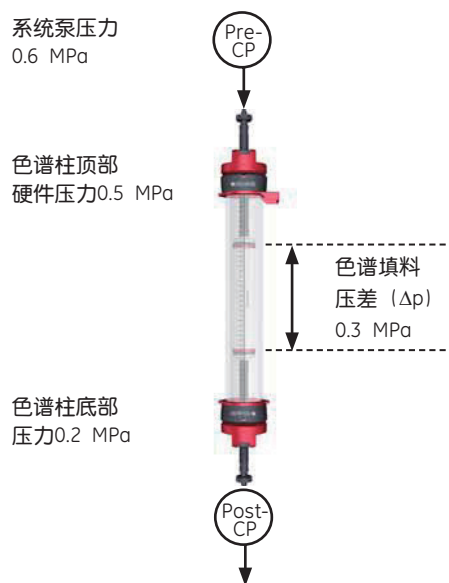

图 3. 为了提高操作的可靠性，在运行期间色谱柱前压力（Pre-Cp）和色谱柱后压力（Post-Cp）被连续测定。通过测定色谱柱前和色谱柱后压力并计算差异来确定在装填的填料床上的压力差（ $\Delta p$ ）。
- **压力传感器**：整合到柱位阀内以保护色谱柱和填料不超压。入口端压力传感器测定色谱柱前的压力以保护色谱柱硬件。出口端压力传感器测定色谱柱后的压力并计算在装填的填料床层上的压差（即  $\Delta p$ ；图 3）。如果两个报警压力中的一个超出压力上限，运行就被暂停。另外，用户可以激活压力流速控制模式，当压力超过预设的上限时它自动降低流速。另外两个压力传感器被设置在系统泵和样品泵后以保护连接的色谱柱和设备硬件。